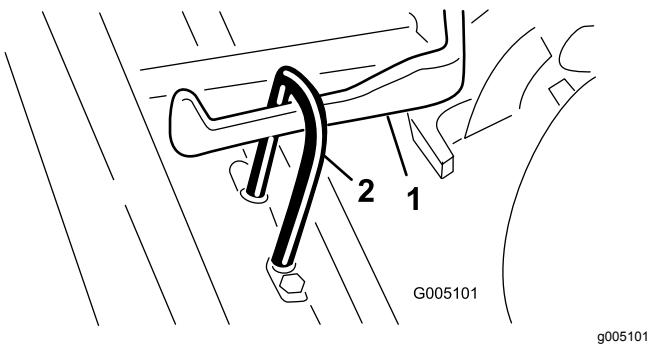

Figura 7
2. Fate scorrere l'apparato di taglio sotto il telaio di traino agganciando contemporaneamente il gancio di sollevamento al relativo braccio (**Figura 7**).